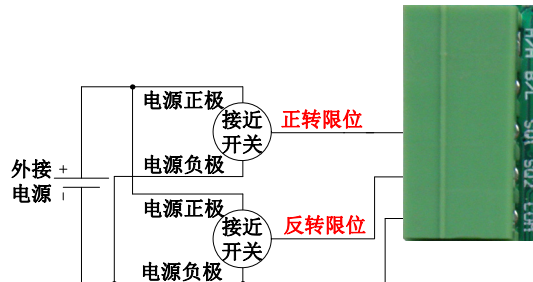

图 2.15 6-36V 接近开关作限位开关的接法（外接电源）
2.14 所示。如果使用超过 5V 的接近开关作限位开关，则需要外接电源对接近开关供电，如图 2.15 所示。